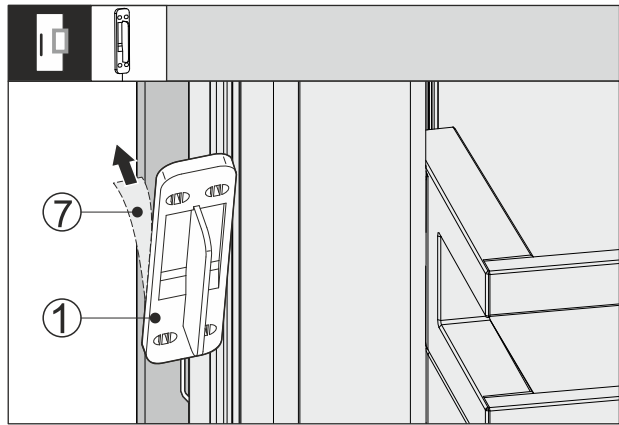

Fig. 66
- Retirer le film de protection Fig. 66 (7) à l'arrière du capteur de frappe Fig. 66 (1).